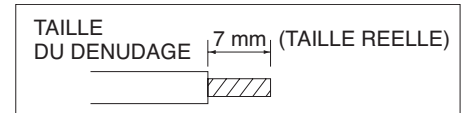

Fig. 26
- (1) Coupez la gaine à l'extrémité du fil à l'aide d'une paire de pinces et dénudez le fil sur environ 7 mm. Reportez-vous à la plaque se trouvant à côté du bornier (Fig. 26).
- (2) Utilisez un tournevis pour desserrer la vis de borne sur le bornier.
- (3) Introduisez le fil et resserrez à fond la vis de borne à l'aide d'un tournevis.